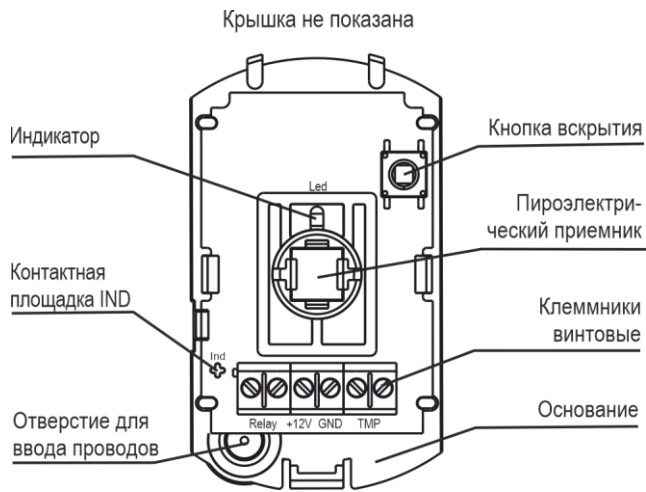

Рисунок 3
**5.1** Конструктивно извещатель выполнен в виде блока, состоящего из основания и съемной крышки. Внутри блока смонтирована печатная плата с расположенными на ней с радиоэлементами и клеммниками винтовыми для внешних подключений (рисунок 3).